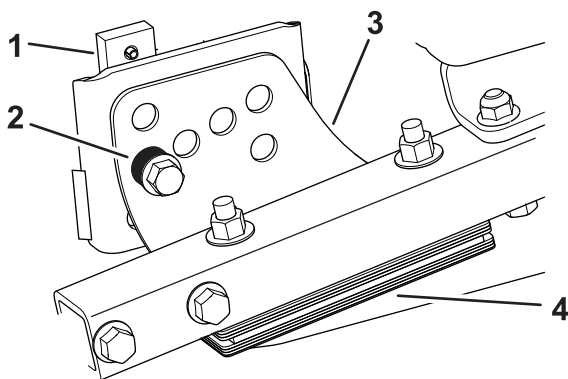

Figura 21
2. Afloje el perno que sujeta cada soporte de altura de corte a la pletina de altura de corte (delante y en cada lado), tal y como se muestra en la Figura 21.
4. Sujetando la cámara, retire el espaciador (Figura 21).